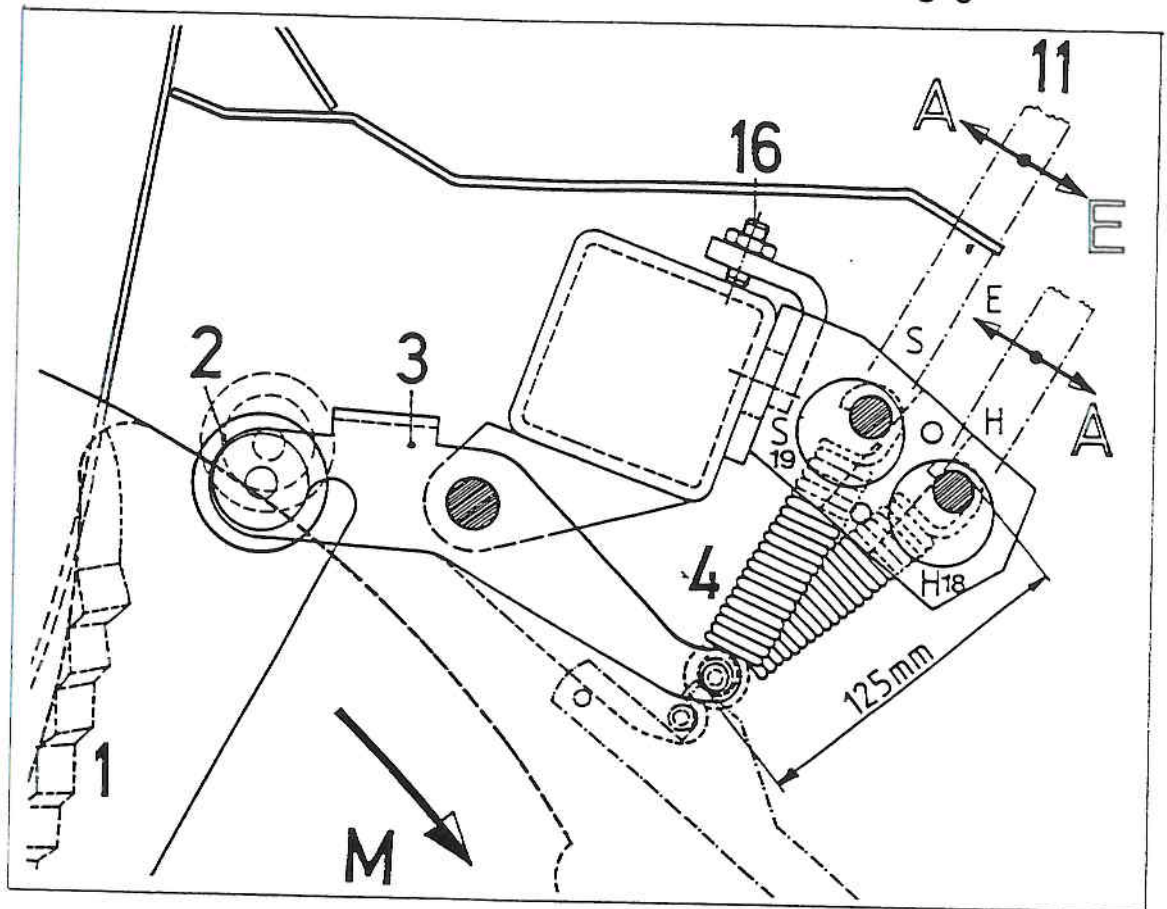

Abb. 68
- Die Federvorspannung (125 mm, nach Abb. 68) kann über die Pos. 16 geändert werden.
Ausschwenken der Messerreihen (18 bzw.19 Messer) Abb. 68